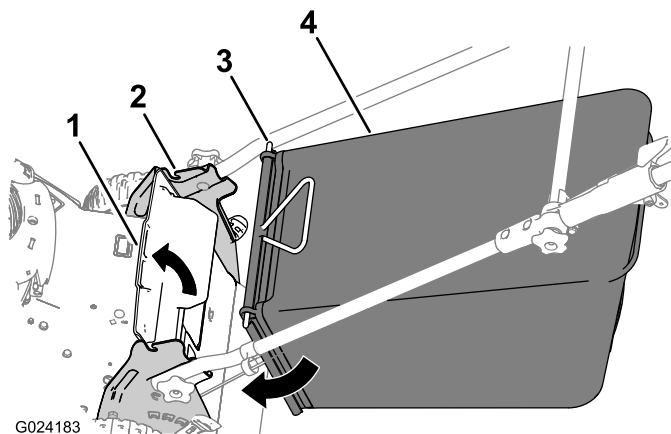

Figura 12
1. Tirate verso l'alto il deflettore posteriore (Figura 12).
2. Inserite le estremità dell'asta del cesto di raccolta nelle tacche nelle staffe della stegola (Figura 12).